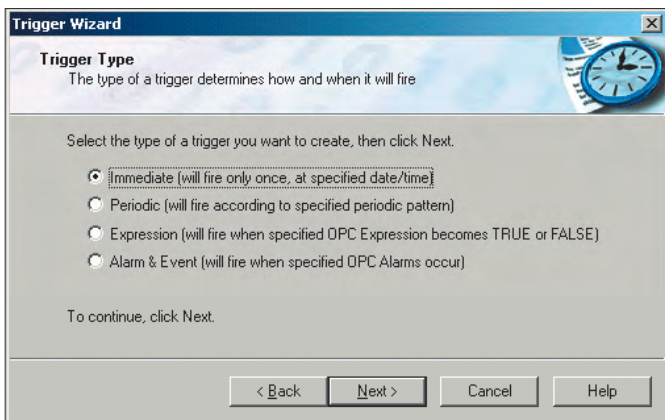

Рис. 31. Выбор типа триггера
- На экран будет выведено окно, показанное на рис. 31, позволяющее настроить различные типы триггера.